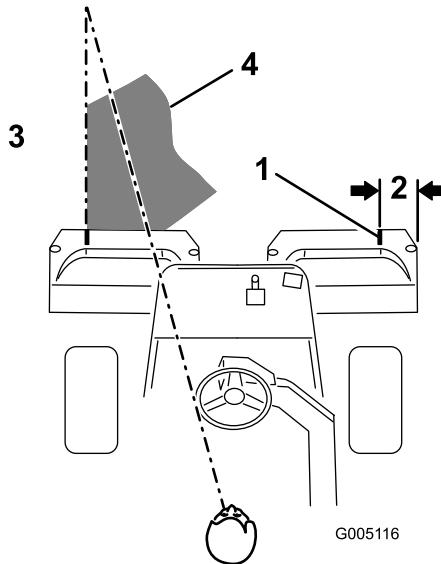

Bild 26
**Hinweis:** Damit Sie in einer möglichst geraden Linie über die Grüns fahren und einen gleichmäßigen Abstand zum zuvor gemähten Bereich einhalten, sollten Sie sich eine imaginäre Sichtlinie ungefähr 1,8 m bis 3 m vor der Maschine bis zum Rand des noch ungemähten Teil des Grüns vorstellen (Bild 26). Schließen Sie die äußere Kante des Lenkrads in die Sichtlinie mit ein, d. h. halten Sie die Kante des Lenkrads mit einer Stelle ausgefluchtet, die immer im gleichen Abstand von der Vorderseite der Maschine bleibt.